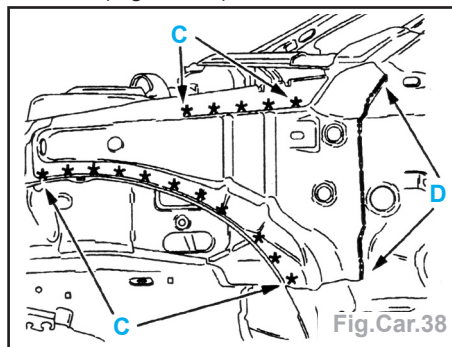

Fig.Car.38
- Découper par fraisage des points suivant **C** (Fig.Car.38).